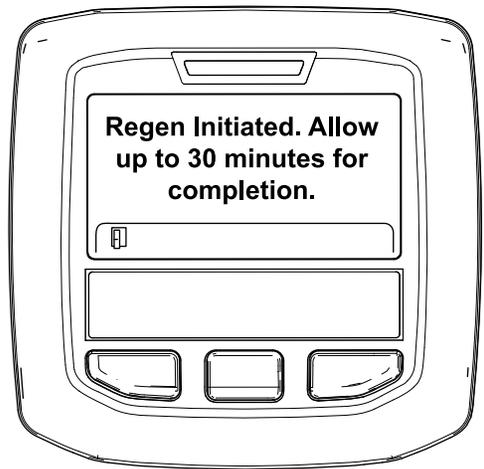

Figura 56
- Si la regeneración se permite, aparece el mensaje "Regen Initiated. Allow up to 30 minutes for completion" (Regeneración iniciada, espere 30 minutos hasta que finalice) en el InfoCenter y debe esperar a que la máquina finalice el proceso de regeneración con la máquina aparcada (Figura 56).